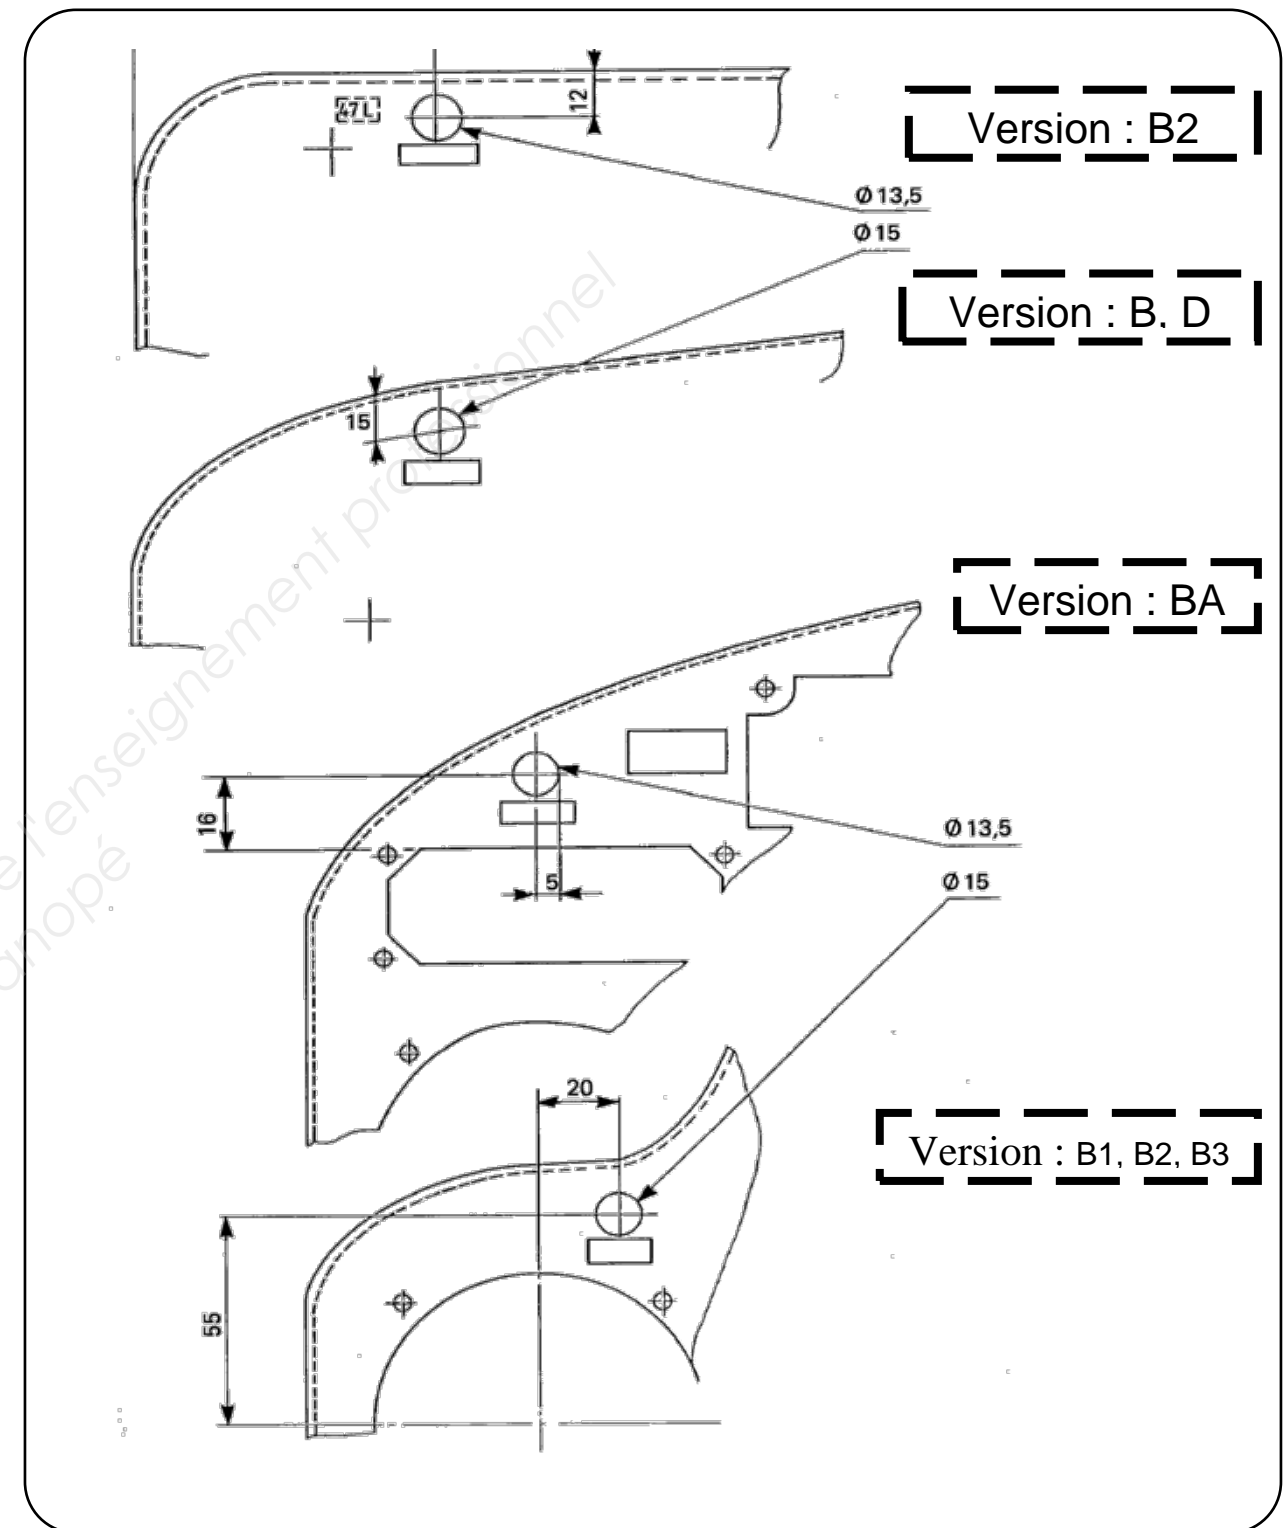

Figure 3
- ✓ Déterminer la position du voyant suivant la version de l'appareil (voir figure 3).